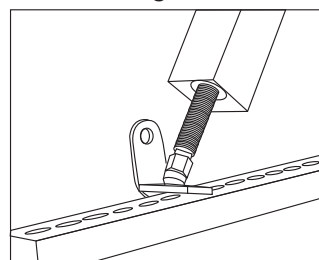

Fig. 3
9. Pour effectuer de petites corrections de niveau et de hauteur, à l'aide d'une clé ajuster la goupille de mise à niveau (11) pour augmenter ou diminuer la hauteur du longeron porteur.(Fig. 3)